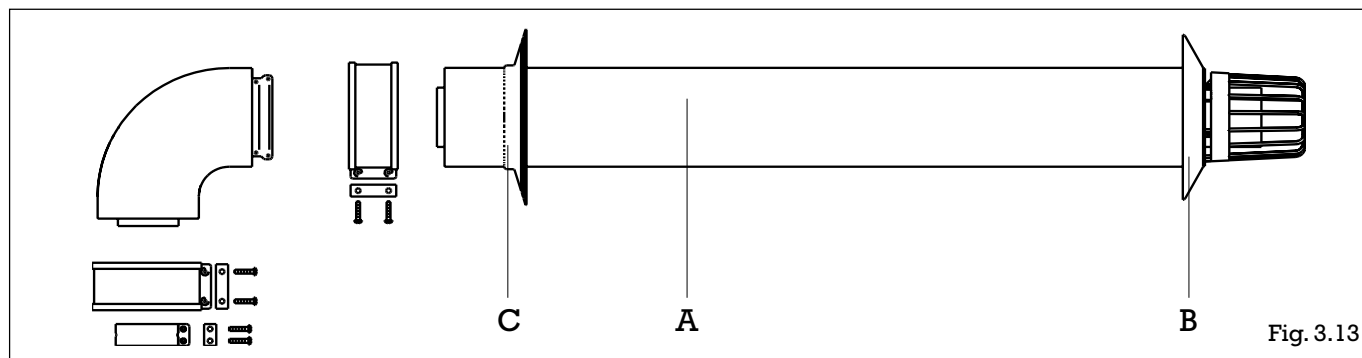

Fig. 3.13
- percer un trou de diamètre 105 mm dans le mur avec une pente de 1% vers l'extérieur. Dans le cas où le terminal ventouse ne peut pas être accessible de l'extérieur, percer un trou de diamètre 120 mm avec pente afin de pouvoir passer par l'intérieur la rosace extérieure (B, fig. 3.13);
- préparer le collecteur (A, fig. 3.13) en coupant les tubes à la longueur appropriée au type d'installation. Le conduit fumées doit dépasser de 7,5 mm le conduit d'air;
- mettre en place le collecteur et positionner la rosace intérieure (C, fig. 3.13);